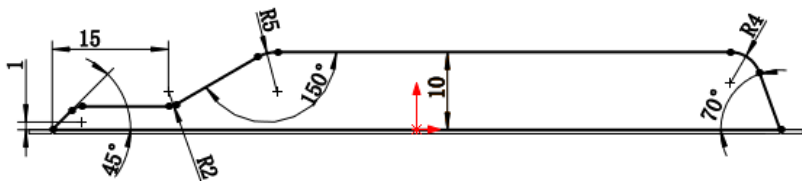

图 13.2.41 边线—法兰 1 草图
(3) 定义法兰参数。
① 定义法兰角度值。在 **角度(G)** 区域的  文本框中输入角度值 90.0。
② 定义长度类型和长度值。在“边线法兰”对话框 **法兰长度(L)** 区域的  下拉列表中选择 **给定深度** 选项，在  文本框中输入深度 4.0。
③ 定义法兰位置。在 **法兰位置(N)** 区域中单击“折弯在外”按钮 。
(4) 单击  按钮，完成边线一法兰 1 的初步创作。
(5) 编辑边线一法兰 1 的草图。在设计树的  **边线-法兰1** 上右击，在系统弹出的快捷菜单中单击  命令，系统进入草图环境。绘制图 13.2.41 所示的草图。退出草图环境，此时